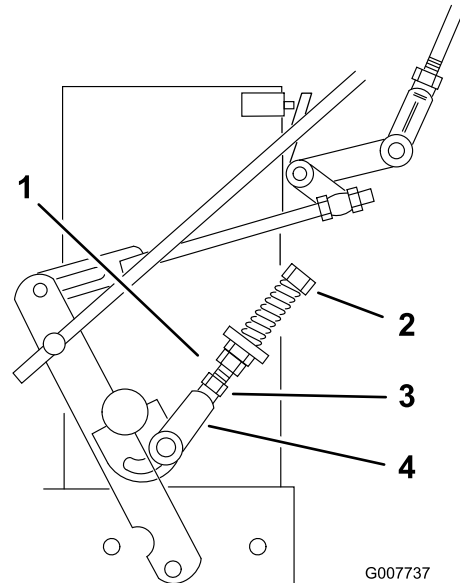

Figura 32
muerto deben ser ajustados (Figura 32). Si la rueda se detiene, vaya al paso 12.
10. Afloje la tuerca de la horquilla del acoplamiento del control de punto muerto (Figura 32).
11. Ajuste el acoplamiento del control de punto muerto hasta que la rueda motriz correspondiente deje de girar con la palanca sujeta contra el muelle de punto muerto (posición de punto muerto) (Figura 32).
12. Gire el perno de ajuste 1/4 de vuelta aproximadamente en el sentido de las agujas del reloj si la rueda gira hacia atrás, o 1/4 de vuelta aproximadamente en el sentido contrario a las agujas del reloj si la rueda gira hacia adelante (Figura 32).